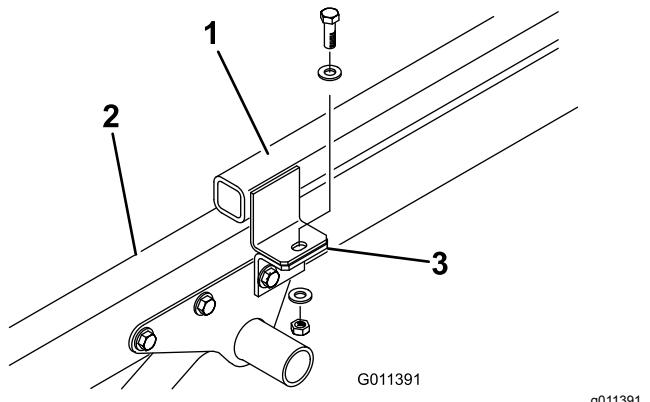

Figura 6
3. Remova o parafuso, 2 anilhas de cabeça chata e a porca de bloqueio que fixa cada suporte de acessório às patilhas de suporte de engate (Figura 6).